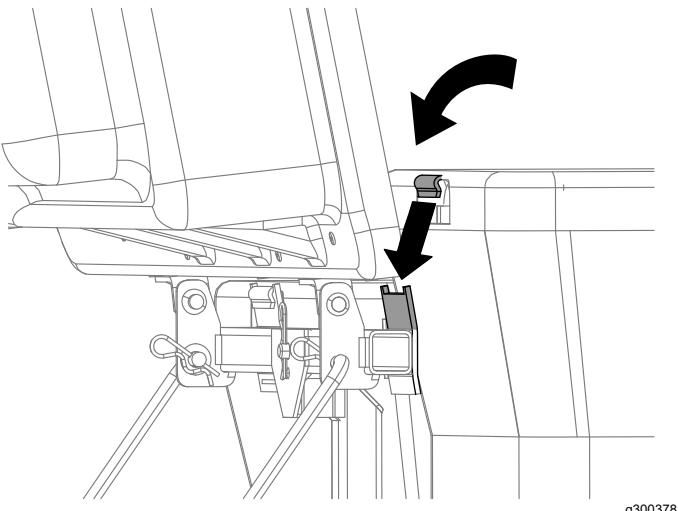

Figura 18
- Alzate il coperchio del sistema di raccolta e inserite i cesti facendo scorrere i ganci del telaio dei cesti sulle staffe di ancoraggio (Figura 18).